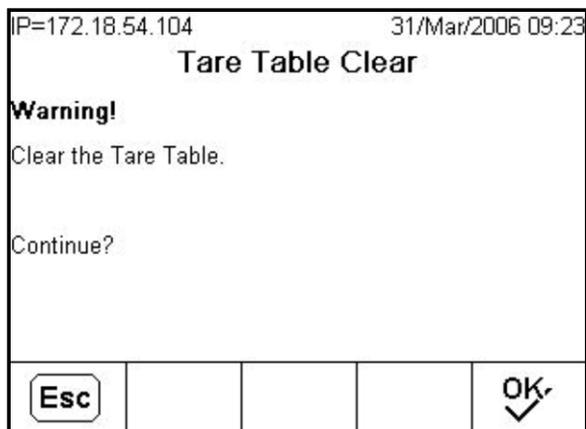

Figure C-17: Écran d'avertissement Reset Tare Totals
2. Lorsque vous appuyez une fois sur , l'écran illustré sur la Figure C-17 s'affiche.